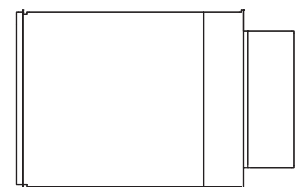

Figure 57 - Longueur ajustable, ÉTAPE D'INSTALLATION F
5. **Étapes d'installation (voir Figure 57) :**
- f. Ramener la section coulissante de la paroi extérieure sur la bride du coupleur femelle et installer la bride de sécurité comme décrit à la Section A, Assemblage des conduits et raccords. Voir **Figure 57**.